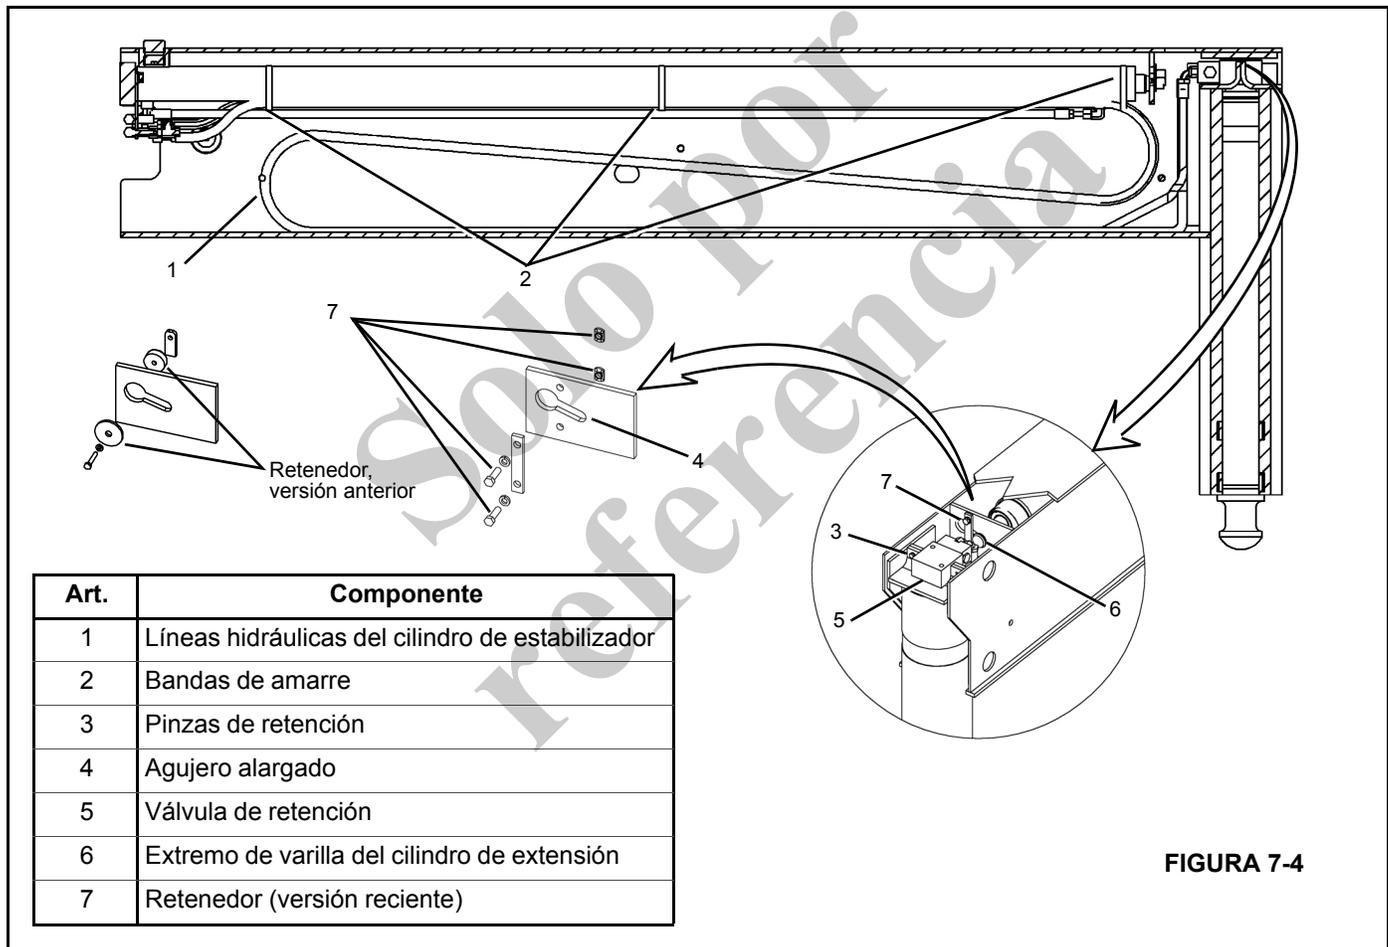

FIGURA 7-4
2. Retire el retenedor (7) del agujero alargado.
3. Retire el extremo de varilla del cilindro de extensión (6) del agujero alargado en el extremo de estabilizador de la viga (Figura 7-4).
2. Asegure las mangueras hidráulicas del estabilizador al cilindro de extensión con bandas de amarre, como se muestra en la Figura 7-4.
3. Deslice el cilindro de extensión dentro de la viga de estabilizador. Compruebe que las mangueras hidráulicas del estabilizador queden colocadas como se muestra en la Figura 7-4.